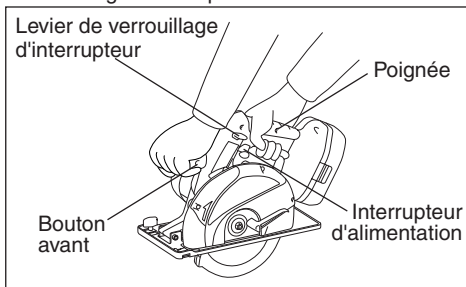

Fig. 4
Saisir la scie circulaire à couper les métaux à deux mains. (Voir la fig. 4.) Ne jamais essayer de retirer des particules issues de la coupe alors que la lame de scie tourne encore.
- Tenez toujours la poignée dans une main et le bouton avant dans l'autre. (Voir figure 4). Maintenez une pression ferme et pressez complètement le commutateur.